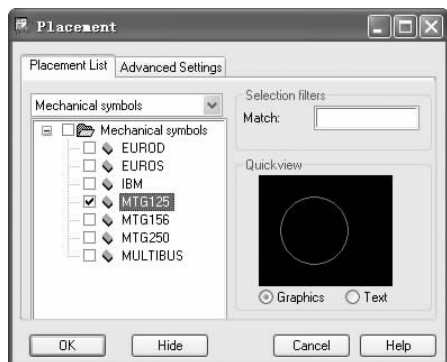

图 10-59 选择符号
2) 打开“Placement List（放置列表）”选项卡，在下拉列表中选择“Medichanical symbols（数据包符号）”选项，单击左边的“+”号，显示加载的库中的元件，如图 10-59 所示，“MTG”为前缀的符号均为定位孔符号。在选中对象左端的方格中打上“√”表示选中，将其拖动到 PCB 板上单击完成放置，也可勾选对象后在命令行输入“x 5 5”，按〈Enter〉键精确确认放置的位置。